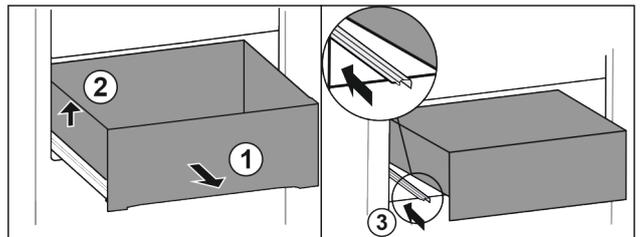

Fig. 31
- ▶ Schubfach bis zum Anschlag herausziehen. Fig. 31 (1)
- ▶ Schubfach links anheben. Fig. 31 (2)
- ▶ Linke Schiene einschieben. Fig. 31 (3)